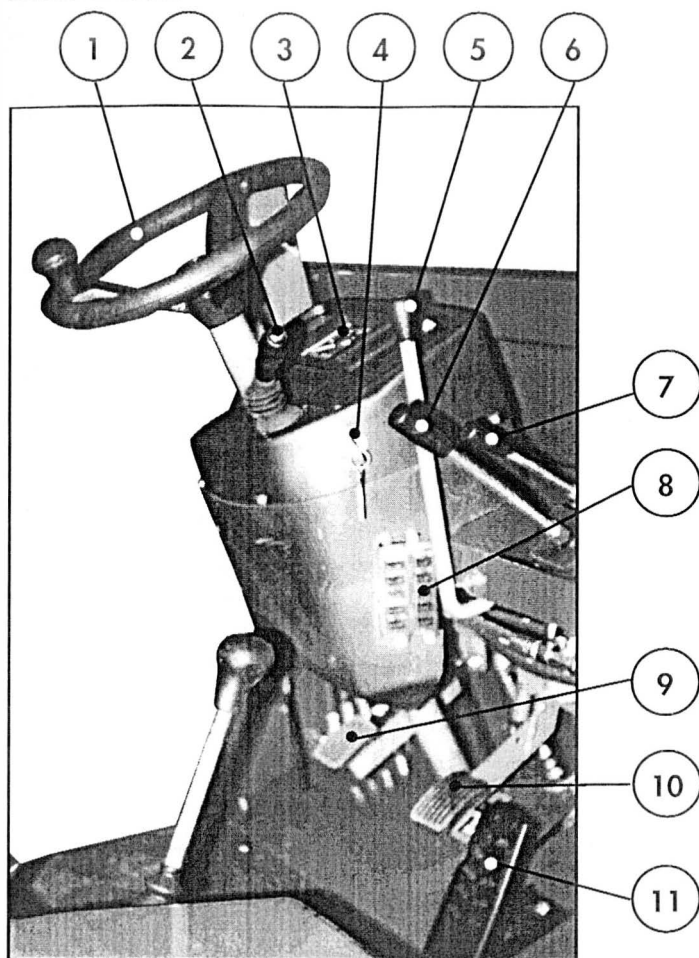

Fig. 1
- 1) Pisar a fondo el pedal del embrague (9) Fig. 1
- 3) Seleccionar el sentido de la marcha, mediante la Palanca (5) Fig. 1 y de acuerdo a la indicación que figura en el tablero frontal.
La subida y bajada de la Tolva, se controlan con el mando (7) Figs. 1 y 6.
Los movimientos de la Pala autocargable se controlan con el mano "Joystick" (6) Figs. 1 y 5.